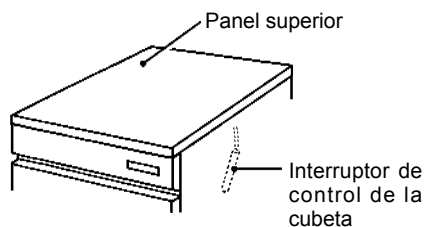

Fig. 2
5) Retirar la cinta de embalaje que sujeta el interruptor de control de la cubeta, para ello se deberá abrir la puerta de la cubeta (véase fig. 2).